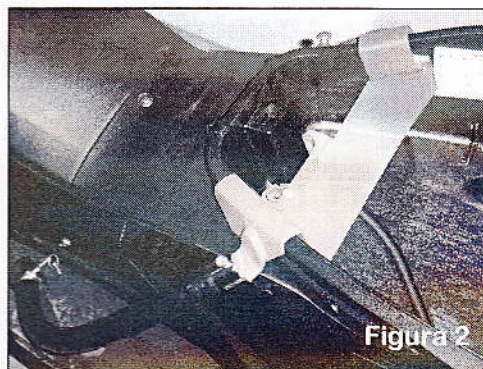

Figura 2
2. Colocar las arandelas 6X18 mm suministradas y acoplar sobre éstas el soporte del antirrobo. (Figura 2)